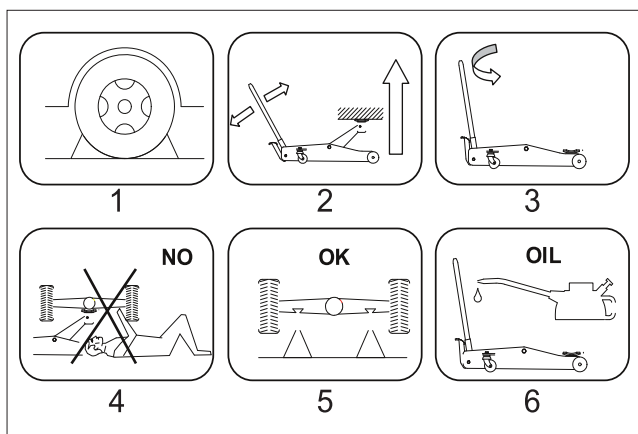

Fig. 05
- Stellen Sie sicher, dass sich niemand in dem anzuhebenden Fahrzeug befindet. Stellen Sie den Motor ab und ziehen Sie die Handbremsen des Fahrzeugs an. Verwenden Sie Keile, um eine Bewegung des Fahrzeugs zu verhindern (Fig.05(1)). Steigen Sie nicht ins Fahrzeug ein und starten Sie nicht den Motor.
- Verwenden Sie den Wagenheber nie, um das Fahrzeug zu bewegen oder um es angehoben zu lassen. Bitte benutzen Sie stets Unterstellböcke (Fig.05(5)).
- Den Wagenheber immer so positionieren, dass dessen Bedienung von unterhalb des Fahrzeugs ausgeschlossen ist (Fig.05(4)).
- Pumpen Sie mit der Hebelstange oder dem Fußpedal den Heber auf die gewünschte Höhe (Fig.05(2)). Achten Sie darauf, dass das Hydraulikventil geschlossen ist. Hierfür ist es notwendig, dass Sie die Hebelstange im Uhrzeigersinn anziehen.
- Zum Ablassen der Last drehen Sie die Hebelstange langsam gegen den Uhrzeigersinn und (Fig.05(3)).
- Bitte mindestens 1 x jährlich den Ölstand prüfen und bei Bedarf nachfüllen. Den Zylinder mit Hydrauliköl bis zur Unterkante der Öleinlaßschraube füllen. Bitte beachten Sie das der Kolben eingefahren sein muss (Fig.05(6)).